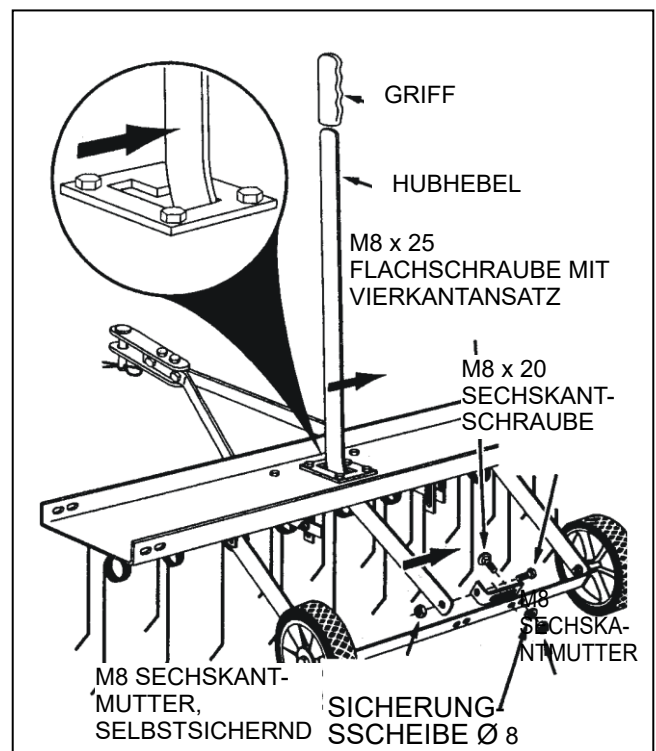

ABB. 9
15. Befestigen Sie den Montagehalter des Aufhängungsarmes mithilfe der zwei Flachschrauben mit Vierkantansatz M8 x 25, Sicherungsscheiben Ø 8 und Sechskantmutter M8 an den Radhalter. Ziehen Sie bis auf Weiteres nichts fest. Siehe Abb. 9.
16. Schieben Sie den Hubhebel unten durch die Zinkenabdeckung ein. Befestigen Sie den Hebel mithilfe der Sechskantschraube M8 x 20 und der selbstsichernden Sechskantmutter M8 an den gerade zusammengebauten Montagehalter des Aufhängungsarmes. Ziehen sie alles fest. Siehe Abb. 9.
17. Der Montagehalter des Aufhängungsarms muss in einer solchen Stellung sein, damit auf den in der oberen Stellung gesicherten Hebel von der Seite ein geringer Druck ausgeübt wird. Ziehen Sie die Muttern fest. Siehe Abb. 9.